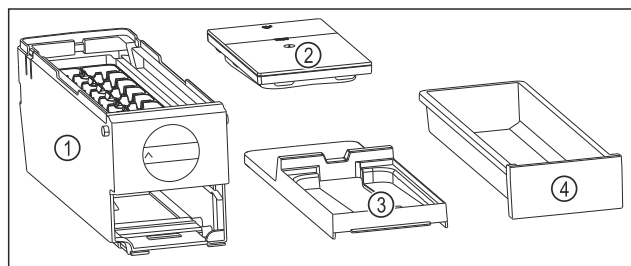

Fig. 146 Компоненти EasyTwist-Ice
- EasyTwist-Ice складається з чотирьох частин. (див. Fig. 146)
- ▶ Розбирайте EasyTwist-Ice тільки на зображені компоненти. (див. Fig. 146)
- ▶ Очистіть корпус EasyTwist-Ice Fig. 146 (1) без розбирання.